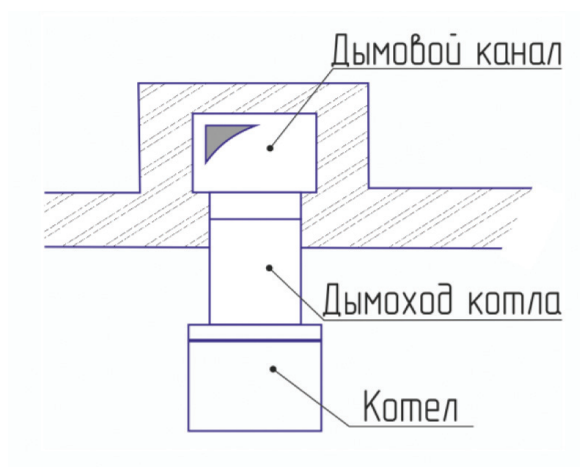

Рис.3 Схема отвода продуктов сгорания (вид сверху)
5.5. Дымоход котла подсоединяется к дымовой трубе (рис.3). Сечение дымовой трубы должно быть не менее сечения дымохода котла (табл.2); высота от уровня колосниковой решетки до верхнего среза дымовой трубы должна быть не менее расчётной, дымовой канал должен выступать над коньком крыши не менее чем на 50 см. Внутренняя поверхность дымовой трубы должна быть гладкой, без трещин и сужений.
5.6. В нижней части канала необходимо предусмотреть ревизионное окно для чистки сажи (рис.3). Место соединения дымохода котла с дымовой трубой должно быть уплотнено глиняным раствором или другим негорючим уплотняющим материалом.
Рис. 3а. Устройство сажесборника и ревизионного окна при расположении дымохода в шахте (вид сбоку)
Рис. 3б. Устройство сажесборника и ревизионного окна при расположении дымохода вне здания (вид сбоку)